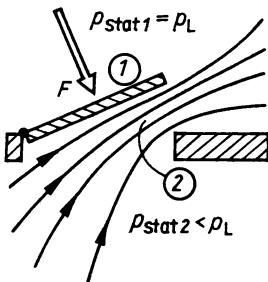

Bild 121
4.18 Nach der Kontinuitätsgleichung (4.13) ist beim kleineren Querschnitt 2 die größere Geschwindigkeit vorhanden, und somit ist der dynamische Druck $p_{\text{dyn2}} = \frac{1}{2} \rho v_2^2$ ebenfalls größer als in der Umgebung (Bild 121). Nach der Bernoullischen Gleichung (4.16') ist die Summe von dynamischem und statischem Druck konstant. Aus beiden Gleichungen folgt für die statischen Drücke $p_{\text{stat2}} < p_{\text{stat1}}$. Die Differenz der statischen Drücke bewirkt die Kraft, die die Tür zuschlägt.